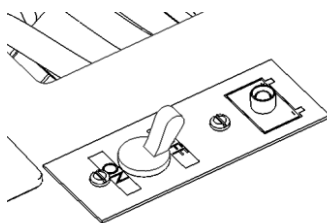
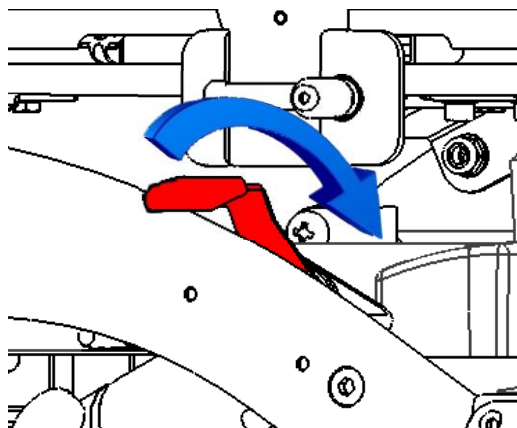

Figura 2
Figura 6
Usare l'interruttore (I), vedi Figura 2, per accendere e spegnere la Speedstar Xtreme.
Se si necessita usare la modalità di funzionamento a spinta manuale usare l'interruttore (I), vedi Figura 2, per spegnere la Speedstar Xtreme e posizionare la leva di sblocco motore come indicato in Figura 6.